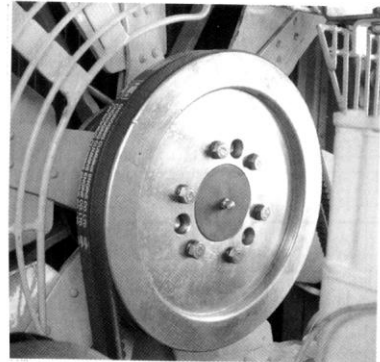

Рис. 4-1.
- 1) Шкив вентилятора (Рис. 4-1).